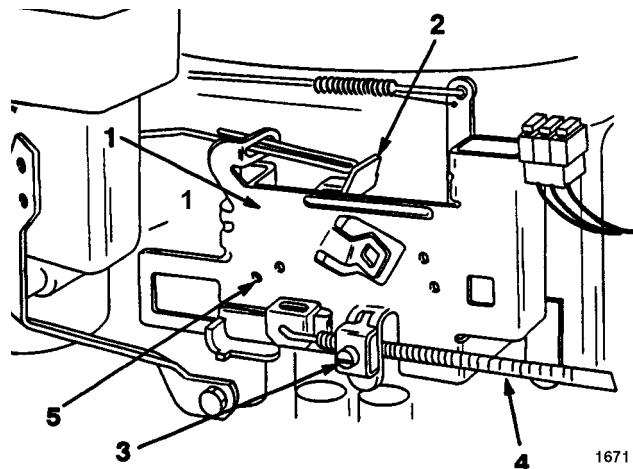

Fig. 25
- B. La leva dell'acceleratore è in posizione "FAST", ed i fori indice nella leva di comando del regolatore e la piastra del regolatore devono essere allineati (Fig. 25). Se non fossero allineati, vedi procedura di registrazione al punto 4.
- Allentate il morsetto serrafile del comando dell'acceleratore finché non riuscirete a spostare il tubo di rivestimento per cavo del comando dell'acceleratore (Fig. 25).
- Spostate il tubo di rivestimento per cavo del comando dell'acceleratore fin quando i fori indice della leva di comando del regolatore e la piastra del regolatore non saranno allineati (Fig. 25). A questo punto serrate le viti del morsetto serrafile.